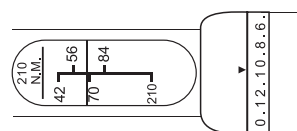

Fig. 2
2. Ruotare l'impugnatura e impostare la scala dell'anello per l'impostazione micrometrica su "10". Ora la chiave torsionometrica è impostata su 66 Nm (fig. 2).